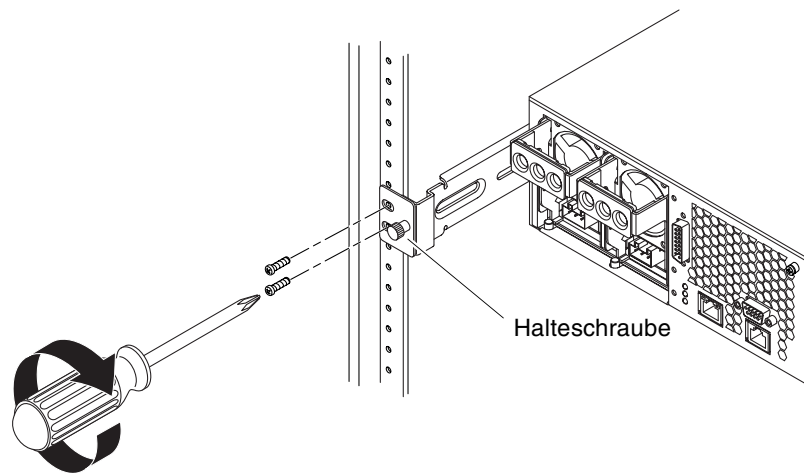

ABBILDUNG 3-5 Befestigen der Rückseite des Servers am Rack
9. Befestigen Sie die beiden hinteren Montageflansche mit den Halteschrauben an der Rückseite des Racks an den hinteren Stützwinkeln, die am Server angebracht sind (ABBILDUNG 3-5).
10. Befestigen Sie jeden hinteren Stützwinkel mit zwei Schrauben an der Rückseite des Racks (ABBILDUNG 3-5).